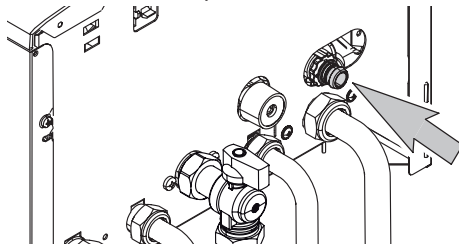

Рис. 5.4
- Подсоедините предохранительный клапан к сливной воронке, Рис. 5.4.